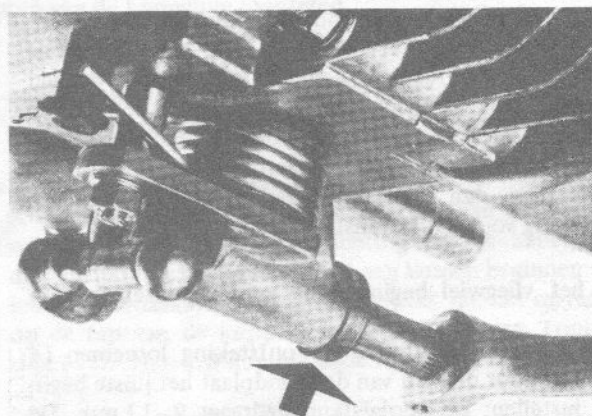

Fig. 28
- De schakelas met vet voor hete omgeving aanbrengen. Pakkingringen zorgvuldig inleggen. Axiale speling 0,1-0,3 mm. (fig. 28).